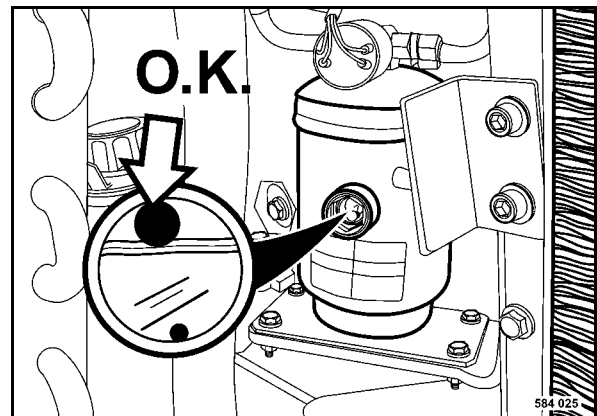

Fig. 120
- Comprobar si el flotador esférico blanco (Fig. 120) se encuentra arriba de todo en el cristal de observación de la unidad secador/colector.